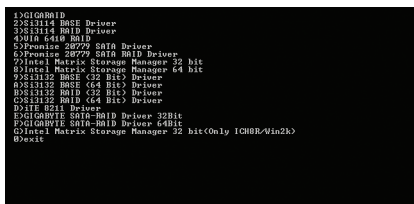
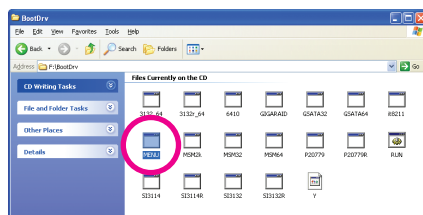

図 2
図 3
ステップ2: コントローラメニュー(図 2)が表示されたら、起動ディスクを取り出し空のフォーマット済みディスクを挿入します。メニューから対応する文字を押して、コントローラドライバを選択します。たとえば、図2のメニューから、Windows 32 ビットオペレーティングシステムの場合 (7) Intel Matrix Storage Manager 32 bit を、Windows 64 ビットの場合 (8) Intel Matrix Storage Manager 64 bit を選択します。
代替システムを使用して、マザーボードドライバディスクを挿入します。光ドライブフォルダから、BootDrv フォルダで MENU.exe ファイルをダブルクリックします(図 3)。図 2 に似たコマンドプロンプトウィンドウが表示されます。